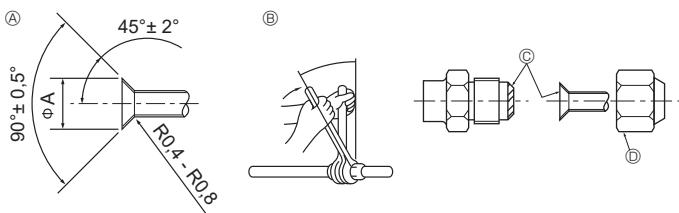

Fig. 4-1
4.2. Connexion des tuyaux (Fig. 4-1)
④ Dimension de l'évasement